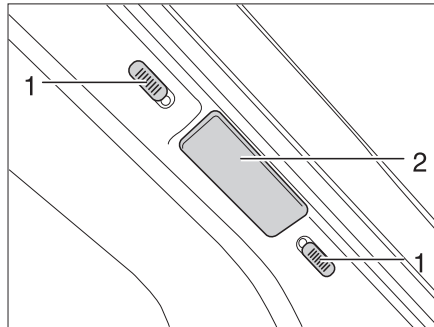
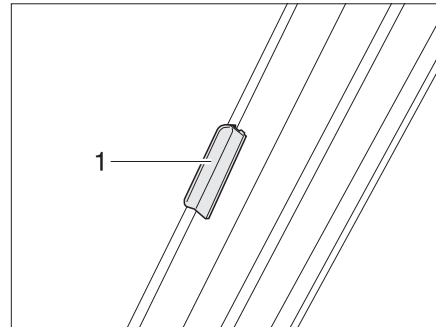

Fig. 19 Dispositif de verrouillage pour dispositif occultant plissé pare-brise
Fig. 20 Verrouillage dispositif occultant plissé pare-brise (modèle I)
- Pousser les deux moitiés du dispositif occultant plissé pour le pare-brise par la poignée (Fig. 19,2 et Fig. 20,1) à fond vers l'extérieur.
- Pousser les boutons de verrouillage (Fig. 19,1) vers le bas ou vers le haut. Si le point rouge est visible, le dispositif de verrouillage est ouvert.